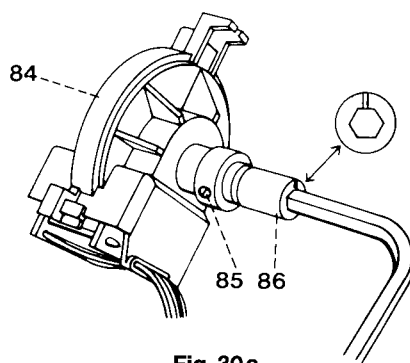

Fig. 30a
- Die kurze Kunststoffwelle 86 im Uhrzeigersinn drehen bis die Nute nach oben in Richtung Handrad steht. (siehe Abb. 30a).
- Die Stellringschraube 85 fest drehen und den Sechskantschlüssel herausnehmen (siehe Abb. 30a).
- Die Stellringschraube 85 festdrehen, und den Sechskantschlüssel herausnehmen (siehe Abb. 30a).
- Turn the short plastic shaft 86 clockwise until its slot points toward the hand wheel. (Fig. 30a).
- Tighten screw 85 and pull out the hexagonal screw wrench (Fig. 30a).
- Tourner le bout d'arbre 86 en plastique jusqu'à ce que la rainure se trouve en haut dans la direction du volant (fig. 30a).
- Serrer la vis 85 de la bague d'arrêt et retirer la clé à six pans (fig. 30a) Il est possible qu'en serrant la vis 85 de la bague d'arrêt, la lampe-témoin passe du vert au rouge ou au jaune. Ne pas y prêter attention.
- Serrer la vis 85 de la bague d'arrêt et retirer la clé à six pans (fig. 30a). Il est possible qu'en serrant la vis 85 de la bague d'arrêt, la lampe-témoin passe du vert au rouge ou au jaune. Ne pas y prêter attention.